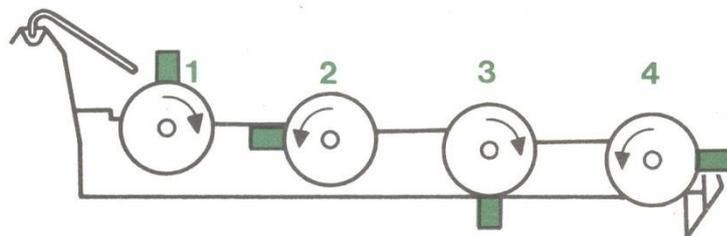

FIG. 13
Lorsque le premier tranchant des couteaux est usé intervertir le couteau (1) avec le (2) et le couteau (3) avec le (4) (voir figure 13). Cette opération permet d'utiliser le second tranchant des couteaux.
positionnement des disques (FIG. 13)